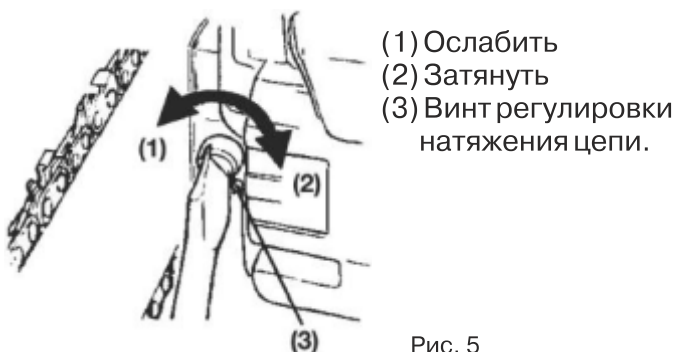

Рис. 5
7. Затянуть винт механизма натяжения. Рис. 5